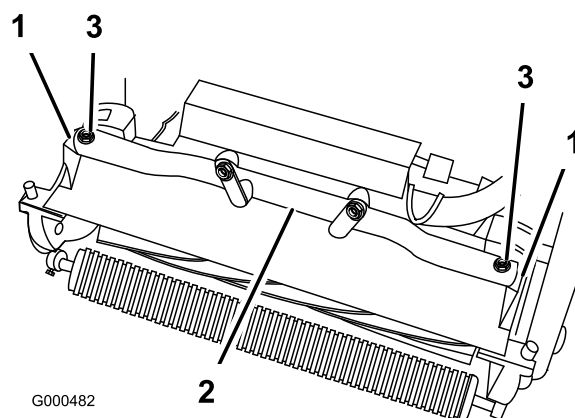

Figura 6
4. Gire el bastidor de la unidad de tracción (Figura 6) hacia adelante hasta que se acople en los brazos de giro de la unidad de corte.
5. Sujete el bastidor de la unidad de tracción a los brazos de giro de la unidad de corte con 2 pernos M10 x 25 mm (Figura 6)